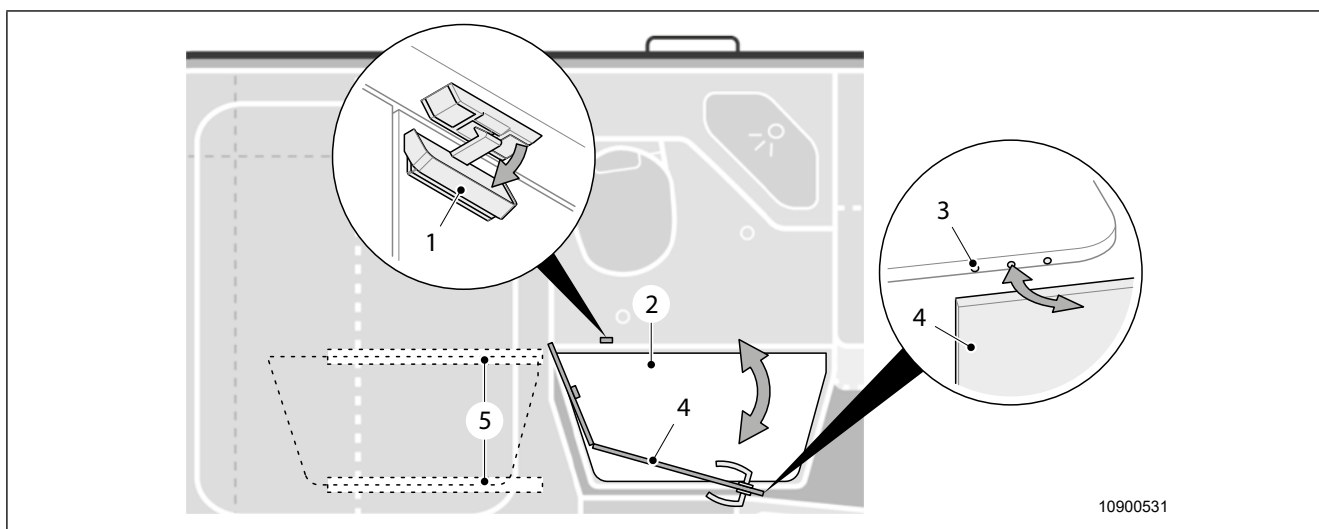

Fig. 28 Variobad
1. Öppna spärren (Fig. 28, pos. 1).
2. Öppna dörren (Fig. 28, pos. 4) och sätt fast den magnethållaren (Fig. 28, pos. 3).
1. Stäng dörren (Fig. 28, pos. 4) och lås den (Fig. 28, pos. 1).
1. Ta bort bottenplattan (Fig. 28, pos. 2) och skjut in den i hållaren under lyftsängen (Fig. 28, pos. 5).
3. Ta ut bottenplattan (Fig. 28, pos. 2) ur hållaren (Fig. 28, pos. 5) och lägg på duschkaret.